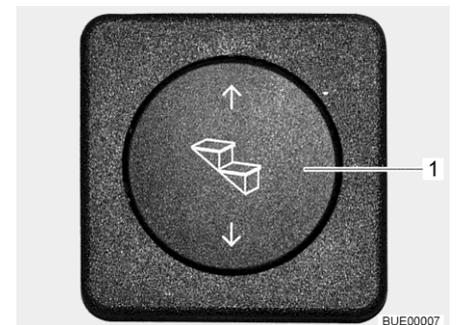

Fig. 10 Tasto di comando dello scalino di ingresso
- Premere verso il pulsante basculante (Fig. 10,1) e tenerlo premuto (almeno 3 secondi), fino a che lo scalino di ingresso è stato completamente estratto.
- Premere verso l'alto il pulsante basculante (Fig. 10,1) fino a che lo scalino di ingresso è completamente inserito.